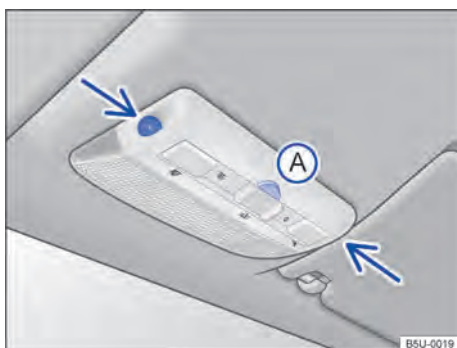

Fig. 47 No console do teto: sensores de monitoramento do interior do veículo e tecla (A) para desligar o monitoramento do interior do veículo.
O monitoramento do interior do veículo dispara o alarme com o veículo travado, se reconhecer movimentos no interior do veículo. O sensor e o receptor estão localizados no conjunto da lanterna de leitura → Fig. 47 (setas).
- Pressionar a tecla → Fig. 47 (A). No painel de instrumentos, a luz de controle 🔴 se acende.